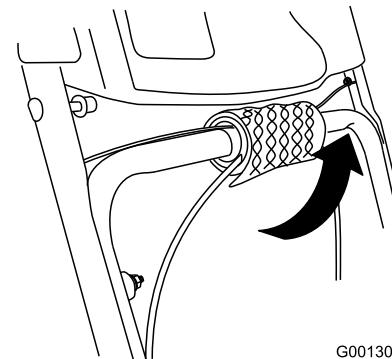

Рисунок 5
- Разверните концы троса нижней рукоятки (Рисунок 5).